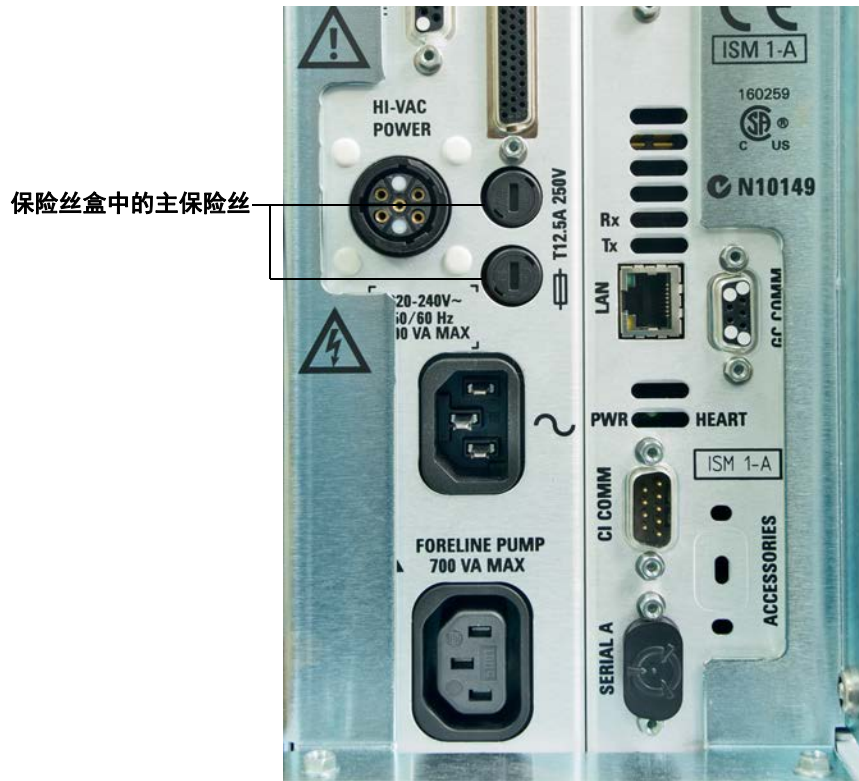

图 2 主保险丝
- 2 逆时针旋转其中一个保险丝盒，直至其弹出。保险丝盒为弹簧加压式。（请参阅图 2（第 28 页）。）